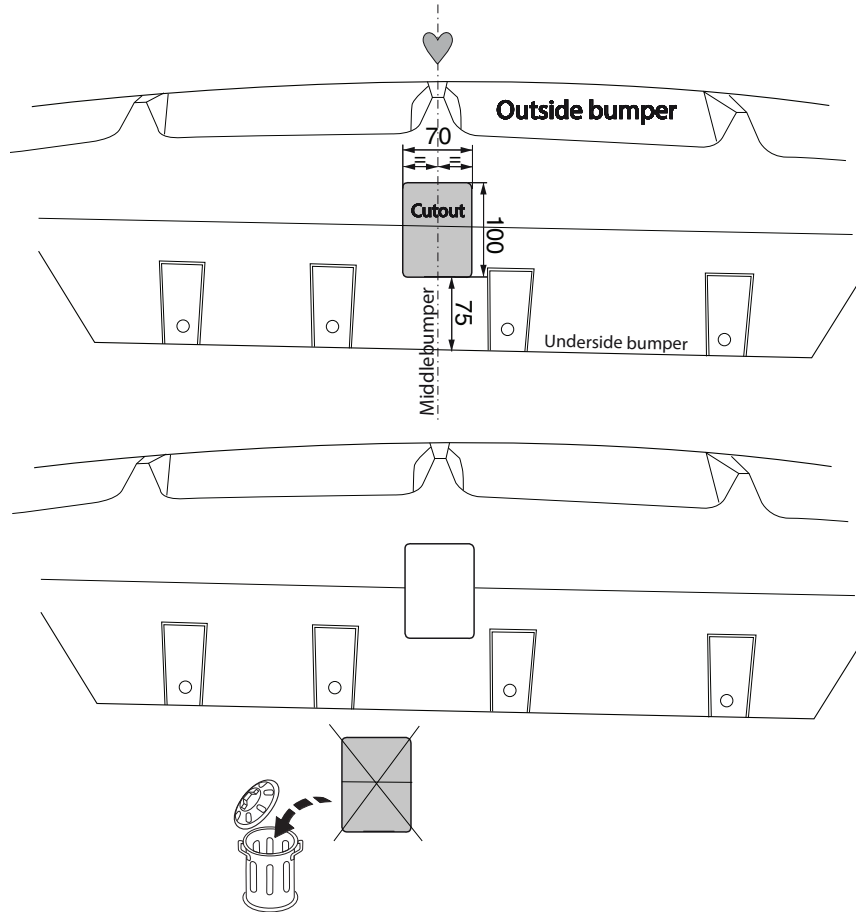

Fig. 3
8. Отпилить обозначенные части, как указано на рис. 3.